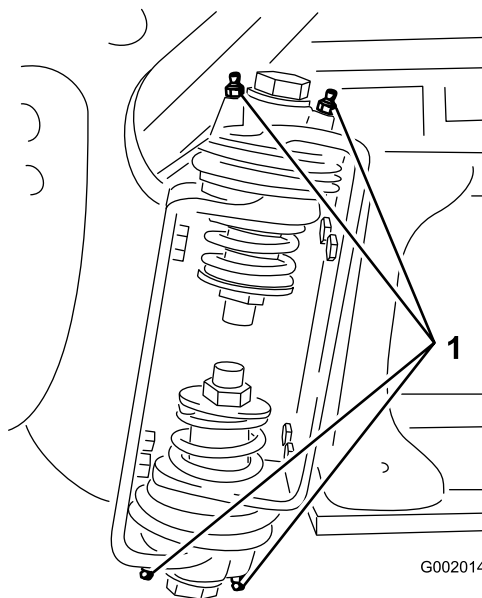

Figura 105
2. Bombee grasa en el cojinete o casquillo de cada punto de engrase (Figura 105).